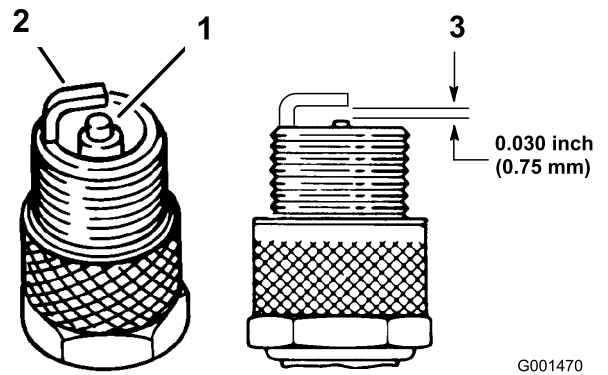

Figure 24
2. Contrôlez l'écartement entre l'électrode centrale et l'électrode latérale (Figure 24). Courbez l'électrode latérale (Figure 24) si l'écartement est incorrect.
1. Examinez le centre des bougies (Figure 24). Si le bec de l'isolateur est recouvert d'un léger dépôt gris ou brun, le moteur fonctionne correctement. S'il est recouvert d'un dépôt noir, cela signifie généralement que le filtre à air est encrassé.
3. Connectez les bougies (Figure 24).